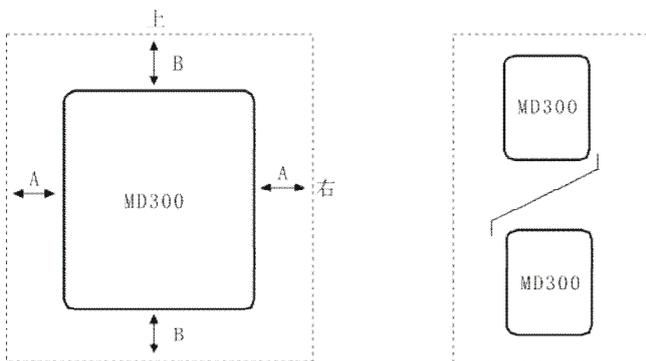

图 3-1 变频器安装位置示意图
- 1) 请垂直安装变频器，便于热量向上散发。但不能倒置。若柜内有较多变频器时，最好是并排安装。在需要上下安装的情况，请参考图 3-1 的示意，安装隔热导流板。
- 2) 安装空间遵照图 3-1 所示，保证变频器的散热空间。但布置时请考虑柜内其它器件的散热情况。